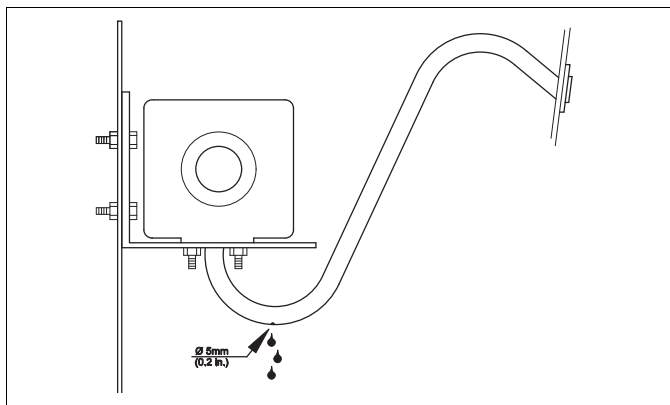

Рис. 26 Трубопровод всасывания воздуха для горения, проход в борту расположен не по направлению движения
- ▶ Сделайте сливное отверстие в самом низком месте, как показано на рис. Рис. 26.